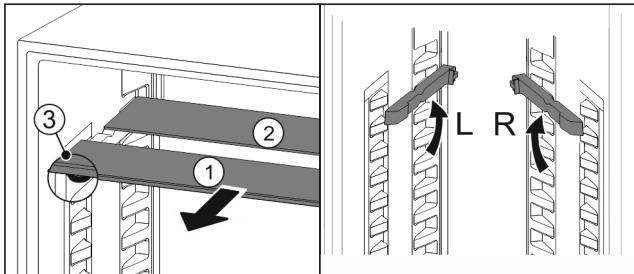

Fig. 18
- Издърпайте Fig. 18 (1) поотделно стъклените площи напред.
► Стъклената плоча Fig. 18 (1) с декоративната лайстна е отпред.
► Ограничителите Fig. 18 (3) сочат надолу.